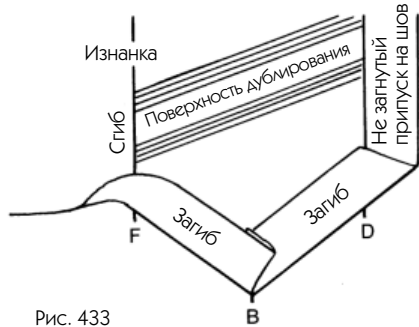

Рис. 433
6. Сгибание краев детали (рис. 433).
— Также загните и заутюжьте край детали от точки F до точки E (см. рис. 433 и 432).